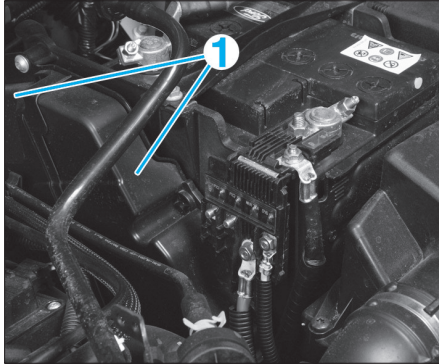

Fig. 26
- Déposer les protections (1) (Fig.26).